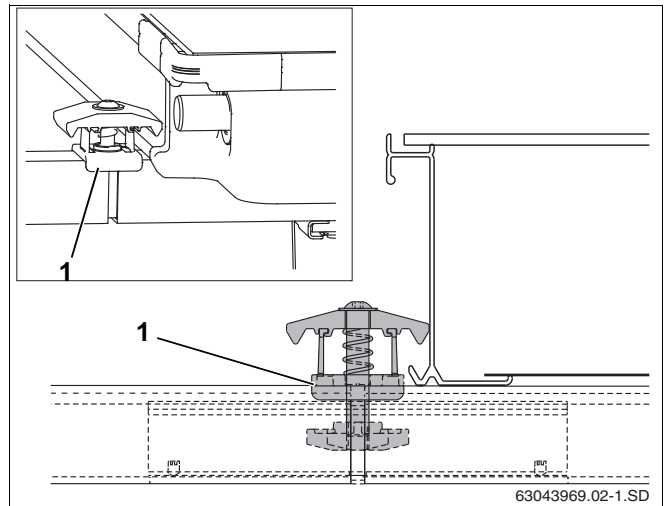

Fig. 47 Montering af dobbeltsidet opspændingsanordning
- ▶ Læg den dobbeltsidede opspændingsanordning ind i profilskindens og stikforbinderens åbning med møtrikken foran, så plast-afstandsholderen (fig. 47, **pos. 1**) griber om profilskinden.